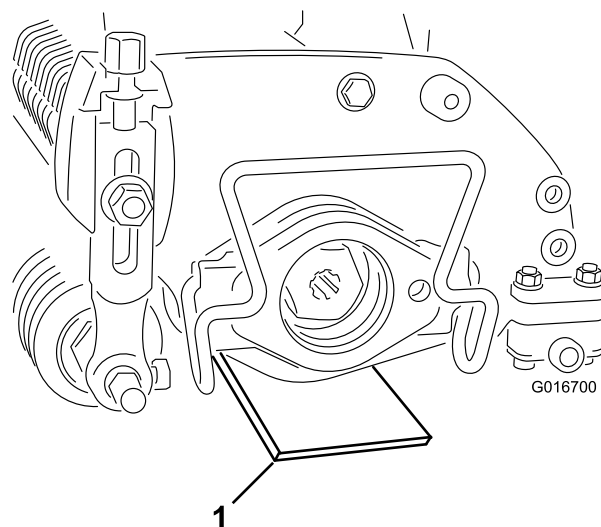

Figura 3
2. Montați o bară de distanțare, care are înălțimea de tăiere dorită deasupra solului, sub fiecare capăt al unității pentru înlăturarea ierbii uscate (Figura 3).